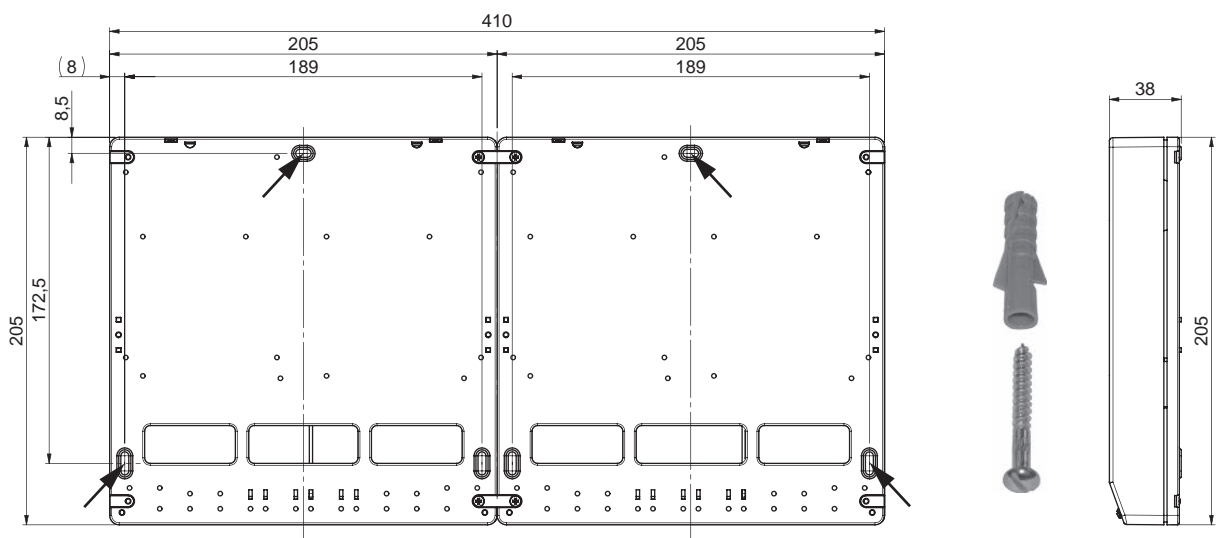

Fig. 94 Croquis coté - vue de l'arrière
- ▶ Percer les orifices de montage ( $\varnothing$  6 mm) dans le mur conformément au croquis (Fig. 94).